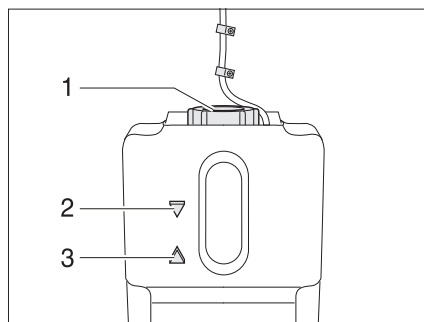

Fig. 167 Vase d'expansion pour le chauffage à eau chaude
- Contrôler si le liquide se trouve entre les marques "MIN" (Fig. 167,3) et "MAX" (Fig. 167,2) sur le vase d'expansion (Fig. 167).
- Ouvrir le bouchon du vase d'expansion (Fig. 167,1).